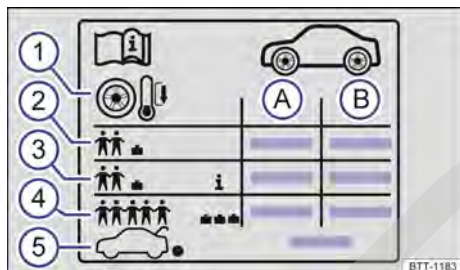

Fig. 245 Símbolos en el adhesivo de la presión de los neumáticos.
Datos que figuran en el adhesivo fig. 245:
En función del vehículo, el adhesivo de la presión de los neumáticos puede incluir una presión de confort → fig. 245 (3). La presión de confort permite aumentar el confort de marcha. Cuando se circula con la presión de confort, puede que se incremente el consumo de combustible.